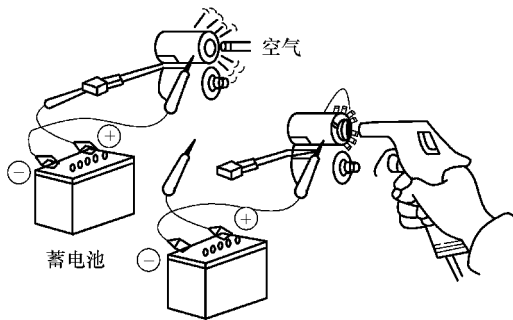

图 6-13 测试电磁阀工作情况
(2) 动态检查 如图 6-13 所示，用气枪将一定的气压通过锥形橡胶头施加在电磁阀的工作油孔上，然后使电磁阀反复通断电，观察泄油口处气流的流通变化情况。